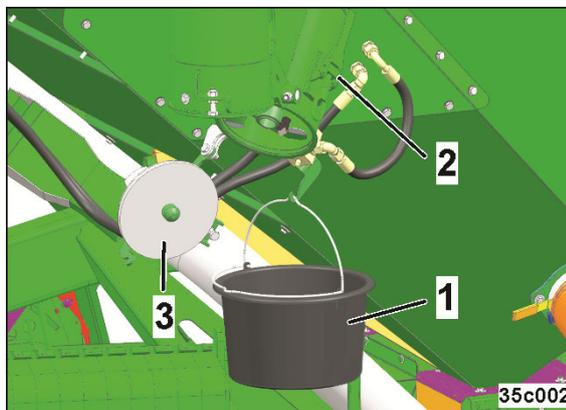

Fig. 247
1. Auffangbehälter (Fig. 247/1) einhängen
2. Klappe entriegeln (Fig. 247/2)
3. Klappe öffnen (Fig. 247/3)
10. Klappe schließen (Fig. 247/3)
11. Klappe verriegeln (Fig. 247/2)